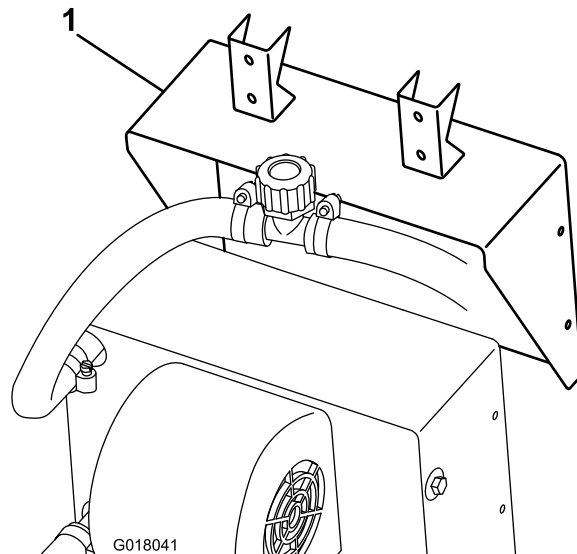

Рисунок 21
2. Присоедините кронштейн обогревателя к обогревателю с помощью винтов, входящих в его комплект (Рисунок 21).